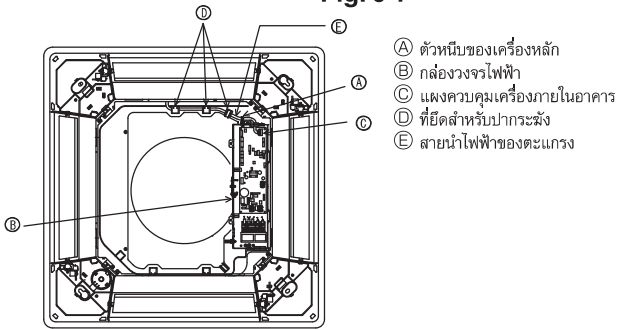

Fig. 9-8
9.3.4. การเชื่อมต่อสายไฟ (Fig. 9-8)